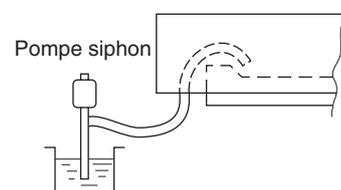

Fig. 3-15
- (3) Versez de l'eau dans le bac à condensats en utilisant une pompe siphon à travers la grille de soufflage. (Fig. 3-15)